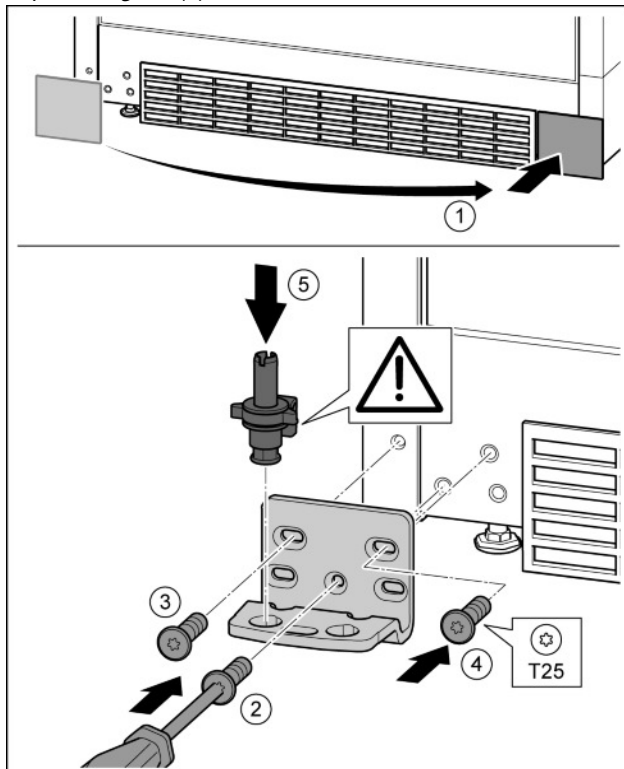

Fig. 15
- u Enlever le cache et le mettre de l'autre côté. Fig. 15 (1)
- u Poser le support de palier de l'autre côté et le visser à l'aide d'un tournevis T25. Commencer par la vis 2 en bas au milieu. Fig. 15 (2)
- u Visser les vis 3 et 4. Fig. 15 (3, 4)
- u Mettre en place l'axe de palier complet. Veiller à ce que l'ergot d'enclenchement soit orienté en arrière. Fig. 15 (5)